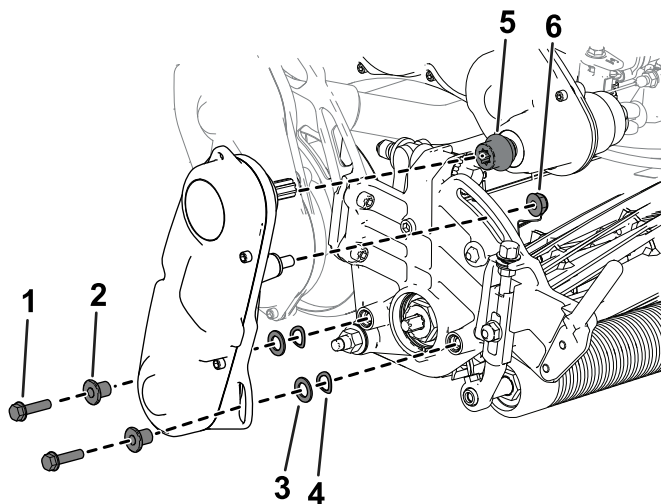

Рисунок 5
6. Установите муфту на вал привода трансмиссии (Рисунок 5).
7. С помощью ранее снятого крепежа установите узел привода барабана в сборе на режущий блок (Рисунок 5).
8. Убедитесь в том, что муфта (Рисунок 5) может свободно перемещаться вперед и назад по валу привода трансмиссии.